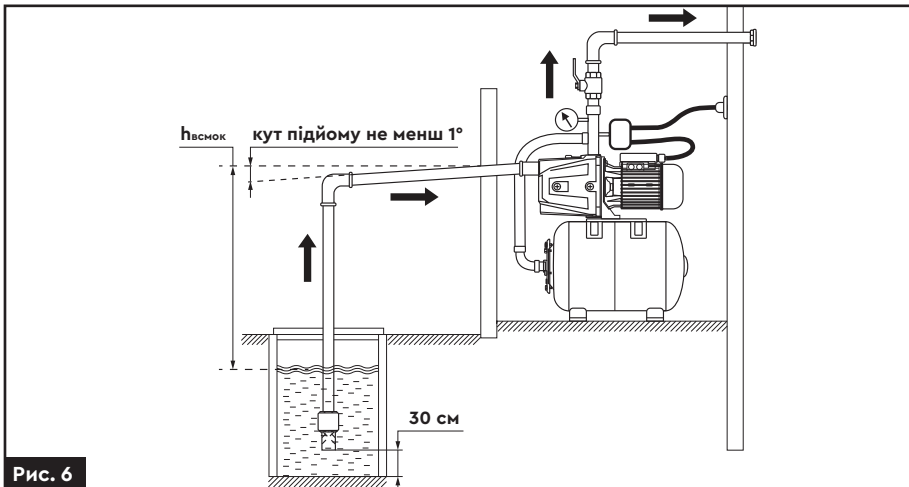

Рис. 6
- Для запобігання потрапляння піску і каміння в насосну частину, встановіть зворотний клапан з фільтром грубого очищення, вертикально на відстані 30 см від дна водного резервуару (**рис. 6**).
- Необхідно забезпечити безперервний кут підйому труби від джерела водозабору до насоса станції (не менше 1°) для виключення скупчення повітря та утворення повітряних корків (**рис. 6**).